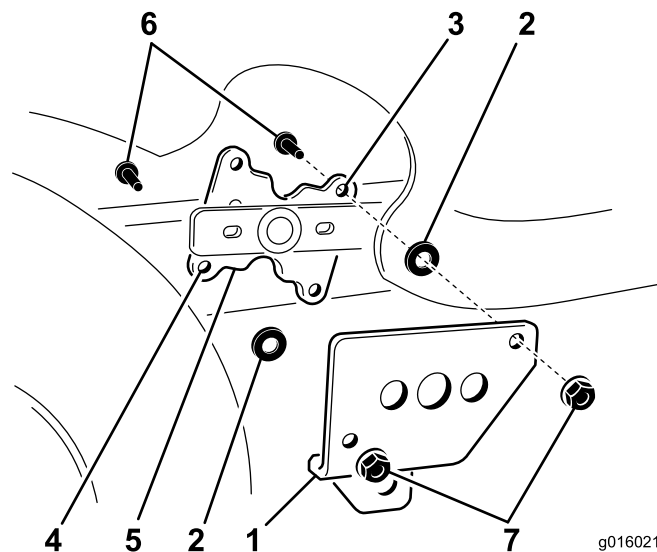

Figura 4
5. Coloque dos espaciadores sobre los taladros superior e inferior de la cara de la palanca de elevación, y monte la escuadra acodada sobre el conjunto del brazo/la palanca de elevación (Figura 4). Introduzca dos pernos (5/16 x 1-1/4 pulgadas) por los taladros de la escuadra de elevación, los espaciadores y la cara de la palanca de elevación. Sujete el conjunto entero con dos contratuercas (5/16 pulgada).